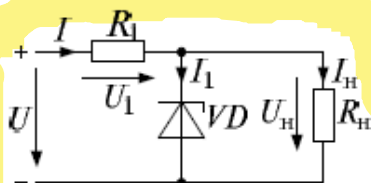
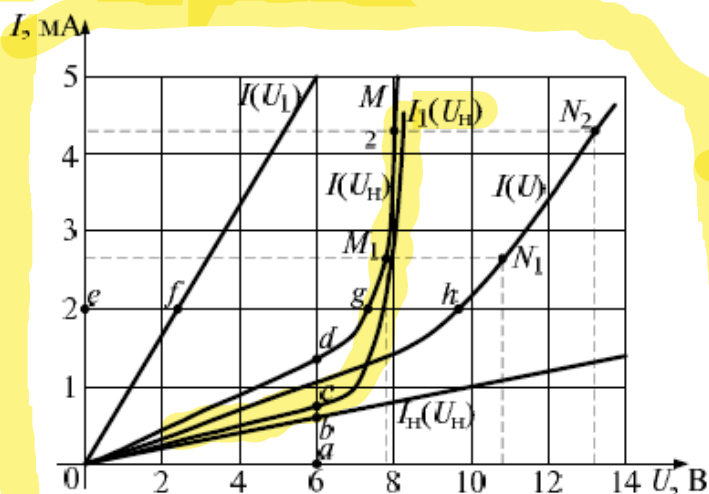

Рис. 17.8. Схема нелинейной цепи
Рис. 17.9. Вольт-амперные характеристики цепи
**Пример 17.2.** Для стабилизации напряжения на приемнике параллельно ему присоединили стабилитрон (рис. 17.8), ВАХ которого  $I_1(U_H)$  задана (рис. 17.9). Определить пределы изменения напряжения приемника  $U_H$ , если напряжение источника питания  $U = 12$  В изменяется в пределах  $\pm 10\%$ . Сопротивление  $R_1 = 1,2$  кОм,  $R_H = 10$  кОм.
По двум точкам (0; 0 и 5 мА; 6 В) проводим прямую линию и получаем характеристику  $I(U_1)$ . Аналогично по двум точкам (0; 0 и 1 мА; 10 В) строим ВАХ  $I_n(U_n)$  (рис. 17.9).